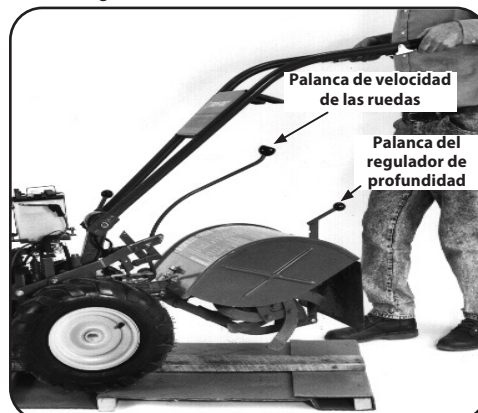

Figura 3-2
1. Coloque la palanca del Regulador de Profundidad en la posición "TRAVEL" (desplazamiento). Hágalo elevando la cultivadora por los manillares, luego tire en línea recta de la palanca y deslícela hacia abajo hasta el ajuste de muesca más alto. Consulte la Figura 3-2.
2. Coloque la Palanca de velocidad de las ruedas en la posición Freewheel (ruedas libres). Para hacerlo, mueva la palanca aproximadamente hasta la mitad de camino entre los ajustes Fast (rápido) y Slow (lento) mientras balancea la cultivadora hacia adelante y atrás hasta que las ruedas se mueven libremente. Consulte la Figura 3-2.